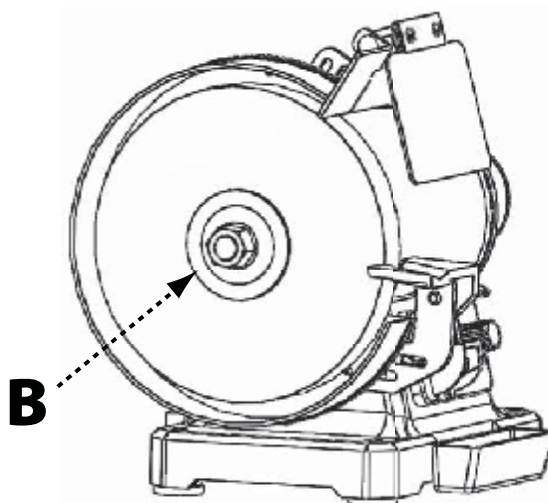

FIGURA 5
3. Con una llave adecuada, en la tuerca del eje(B) al tiempo que usa la otra mano para impedir que el disco se mueva. Vea la Figura 5. Apriete la tuerca del eje tanto como sea posible.